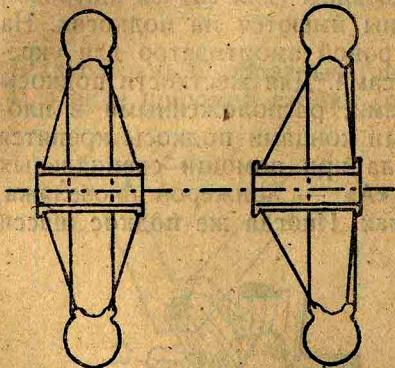

Рис. 197.
- 1) симметричные или французские (рис. 197, фиг. 1); симметричными они называются потому, что спицы имеют одинаковый наклон с обеих сторон;
- 2) несимметричные или английские колеса (рис. 197, фиг. 2). Устройство колеса такое же, как например и у велосипеда. В самолетах спицы колес для уменьшения сопротивления закрываются обтекателями из полотна или листового алюминия.